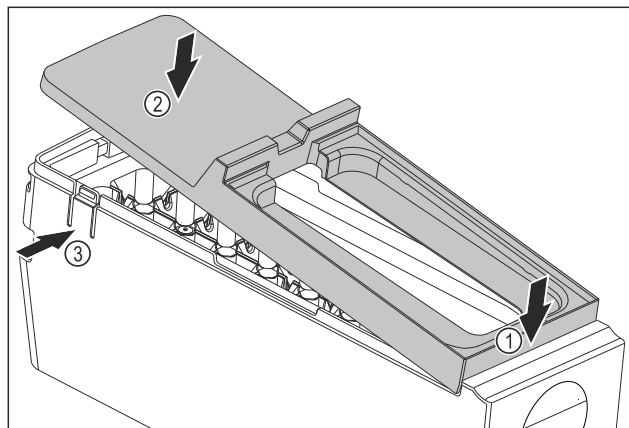

Fig. 99
- Montaż osłony korpusu EasyTwist-Ice: Osłonę założyć od przodu. Fig. 99 (1)
- Opuścić osłonę z tyłu. Fig. 99 (2)
- Osłona zatrzaskuje się słyszalnie w obu nakładkach Fig. 99 (3).